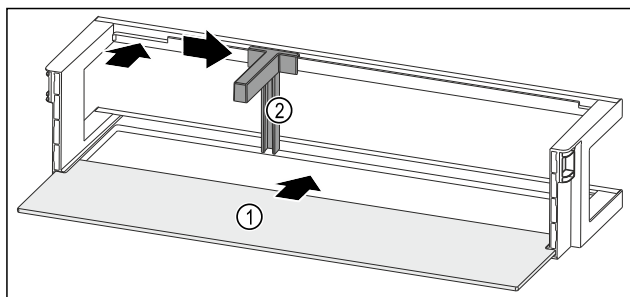

Fig. 92 Polica u vratima s policom za odlaganje
- ▶ Policu za odlaganje Fig. 92 (1) gurnite u bočne otvore.
- ▶ Držać za boce Fig. 92 (2) umetnite u otvor.
- ▶ Držać za boce Fig. 92 (2) pogurnite u željeni položaj na stranu.